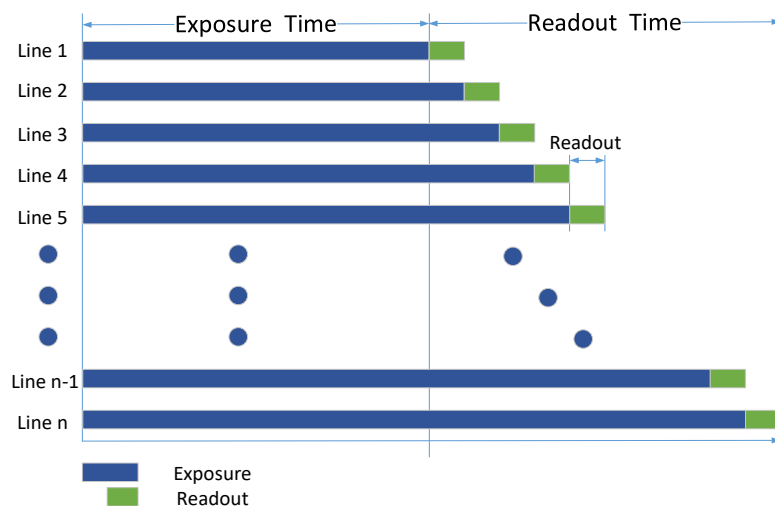

图3-3 Global Reset 工作原理
Global Reset 功能，主要应用于卷帘快门相机中。该功能通过将图像各行的曝光时间点拉到同一起始点，从而达到一键全局曝光的目的，如图 3-3 所示。
- 开启 *Global Reset* 功能后，因图像各行的曝光时间不同，可能会导致图像各行从上至下亮度不同。因此若开启此功能，建议在全暗环境下，配合工业光源一同使用。在图 3-3 所示的曝光时间内开启光源，其他时间关闭光源，使得图像各行在相同的曝光时间内获得同样的照明，以此来控制图像各行的亮度。